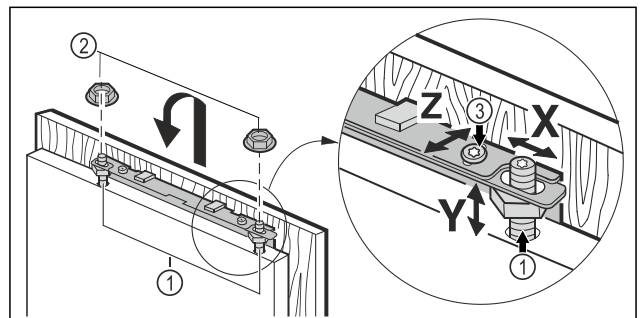

Fig. 18
- Varni derën e mobilies në bulonat e rregullimit Fig. 18 (1) dhe pastaj vidhosni sërish lirshëm kundërdadot Fig. 18 (2) në bulonat e rregullimit.
- Nivelimi i derës së mobilies në lartësinë Y dhe në pjerrësinë anësore: Rregulloni bulonin e rregullimit Fig. 18 (1) me një kaçavidë.
- Shtrëngoni kundërdadot Fig. 18 (3).